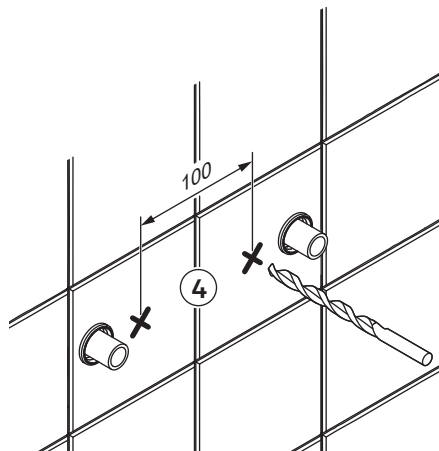

Fig. 1
Alla infästningar i våtzon 1 och 2 ska tätas, se "Fig. 1" eller "Fig. 2". Material för tätning ska fästa mot underlaget och vara vattenbeständigt, mögelresistent och åldersbeständigt.
4. The screw mountings should be of a sturdy design, for instance made of concrete, wooden studs, wooden noggings or a design that has been tested and approved for mounting, e.g. pad design. All attachment points must be sealed. See "Fig. 1" or "Fig. 2". The sealant material must attach firmly to the underlying surface and be water-resistant, mould-resistant and non-ageing.